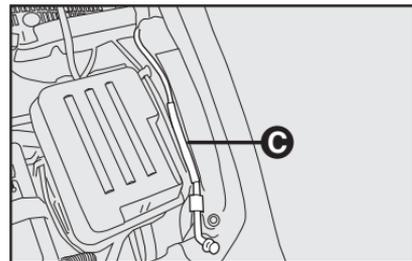

fig. 104
3) Levante el capó por la parte central y al mismo tiempo, suelte la varilla de fijación **C-fig. 104** de su dispositivo de bloqueo.